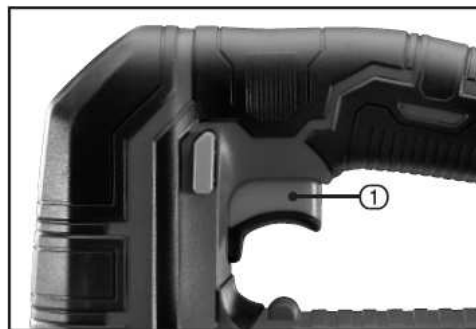

FIG.6
9.1 TRIGGER SWITCH OPERATION – FIGS.6 – 7